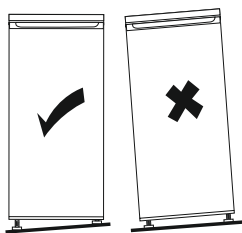

Рисунок 3 - Регулирование опор.
- МК необходимо выставить горизонтально относительно пола, выворачивая или вворачивая регулируемые опоры. Если МК стоит неровно, то может появиться вибрация, а также двери не смогут закрываться должным образом (см. рисунок 3).